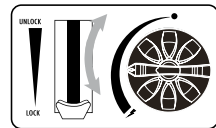

fig. 5
6. Juster kontrolknappen til den ønskede position. (fig.5) Sæt aldrig patronhåndtaget (6) i positionen "UNLOCK" under brug!